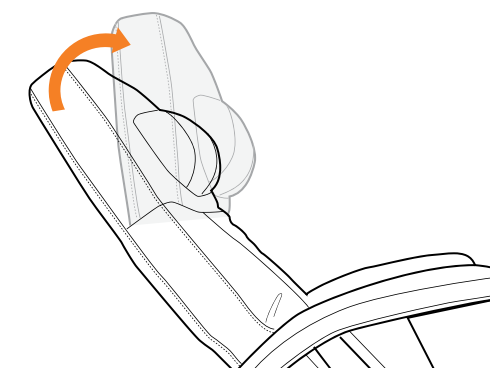

Fig.12
2. Depuis la face intérieure de l'accoudoir, fixez le protège-accoudoir au noyau à l'aide de deux vis. Répétez ces étapes pour le protège-accoudoir gauche (Fig. 12).
Alors que vous êtes assis, saisissez des deux mains les deux côtés de l'appui-tête. Vous sentirez la structure rigide sous le doux coussin de l'appui-tête. Saisissez le cadre rigide et inclinez l'appui-tête vers l'avant ou vers l'arrière, dans la position la plus confortable pour vous. L'appui-tête reste dans cette position jusqu'à ce que vous l'ajustiez de nouveau (Fig.12).